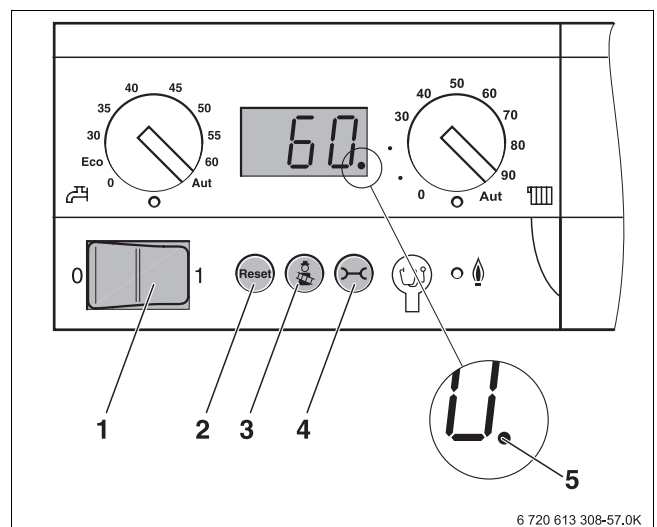

Bild 65 Basiscontroller Logamatic BC10
- Betriebsschalter am BC10 auf „0“ (Aus) stellen (→ Bild 65, 1).
- Betriebsschalter (→ Bild 65, 1) am BC10 auf „1“ (Ein) stellen.
- Die Einstellschraube für den Brennerdruck (1) auf korrektes Luftverhältnis einstellen.
- Betriebsschalter (→ Bild 65, 1) am BC10 auf „0“ (Aus) stellen.
- Messschlauch vom Brennerdruck-Messnippel (2) entfernen. Verschlusschraube im Brennerdruck-Messnippel wieder festdrehen.
- Heizkessel über den Basiscontroller BC10 (→ Bild 65) wieder in Betrieb nehmen.